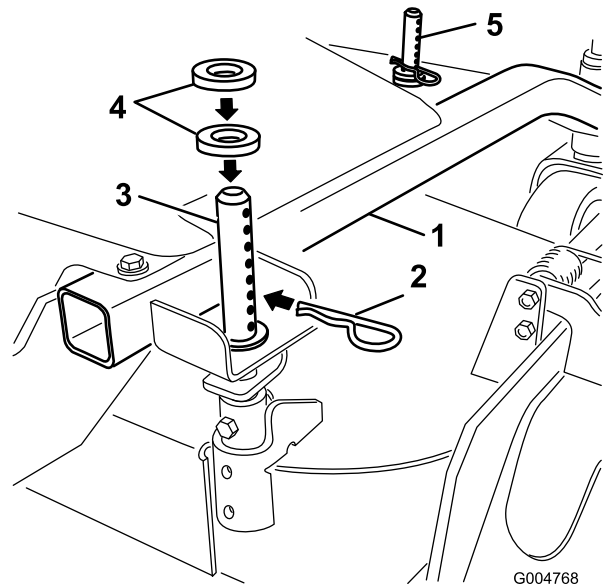

Figure 13
1. Choisissez le trou et le nombre d'entretoises correspondant à la hauteur de coupe voulue (Figure 13).
2. À l'aide de la poignée, soulevez le côté du tablier de coupe et enlevez la goupille fendue (Figure 13).
3. Ajoutez ou enlevez des entretoises selon les besoins, alignez les trous et insérez les goupilles fendues (Figure 13).